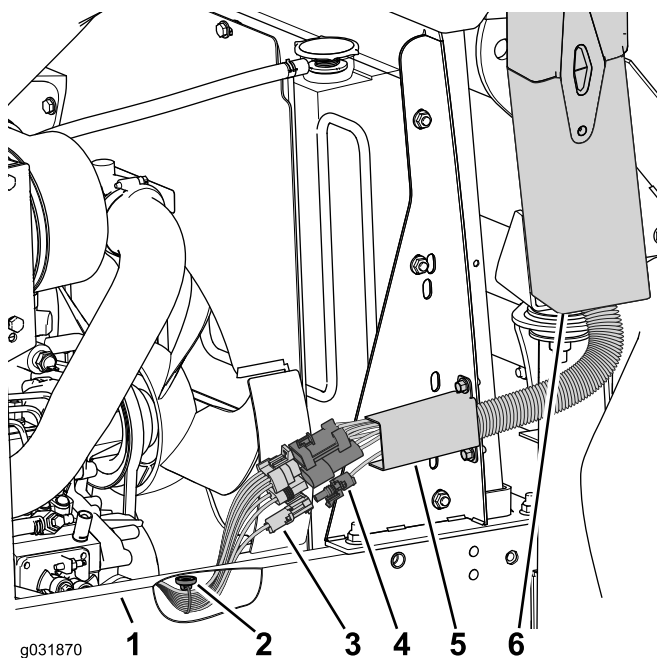

Figura 58
- Posicione a montagem magnética na parte inferior da estrutura (Figura 58).
- Ligue a cablagem da máquina à cablagem da cabina (Figura 58).